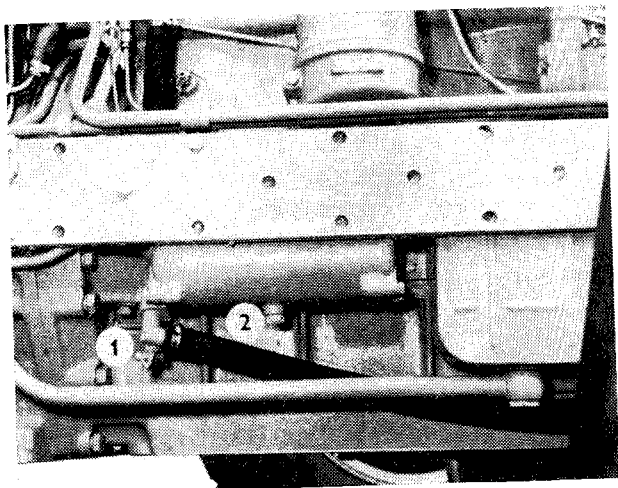

Fig. 10
7. Robinet de vidange du liquide de refroidissement hors de l'échangeur (fig. 10/1) sur les tracteurs Z 12011 et Z 12045.
Sur les tracteurs Z 12011 et Z 12045 la vis de vidange de l'huile se trouve sur le fond du couvercle inférieur et de l'échangeur du chaleur (fig. 10/2).